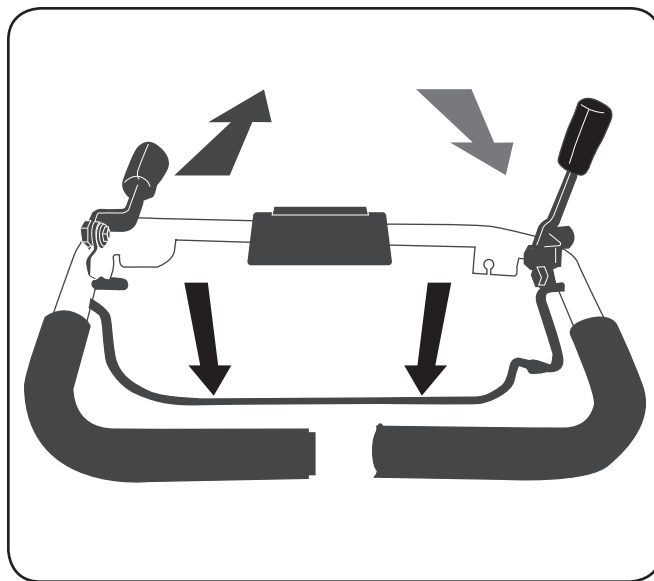

Figure 5-4
- a. Déplacez la commande de marche arrière vers l'arrière pour faire tourner les dents vers l'arrière. Voir Figure 5-4. Pour arrêter les dents, relâchez la commande de marche arrière.